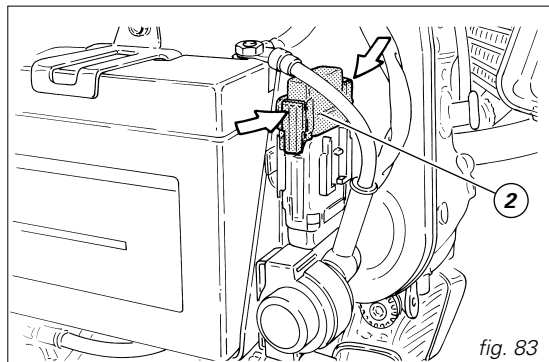

fig. 83
El fusible montado al lado de la batería (fig. 83) protege el regulador electrónico. Para acceder al fusible es necesario desmontar el capuchón de protección (2).